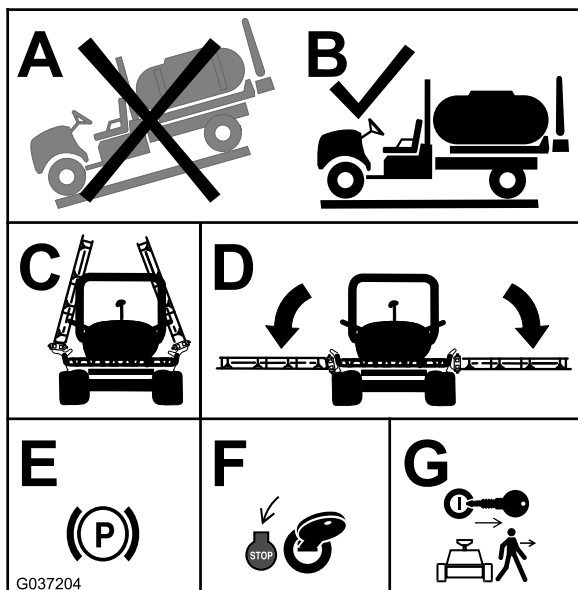

Figura 1
1. Spostate la macchina su una superficie piana (A e B di Figura 1).
2. Abbassate le sezioni delle barre esterne (C e D di Figura 1).
3. Inserite il freno di stazionamento (E di Figura 1).
4. Spegnete il motore (F di Figura 1).
5. Rimuovete la chiave dal relativo interruttore prima di abbandonare la macchina (G di Figura 1).